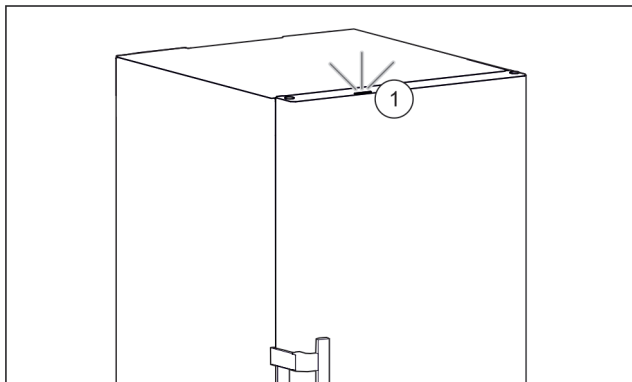

Fig. 42 Aktivní stavové světlo při zavřených dveřích
- Stavové světlo Fig. 42 (1) je aktivované.